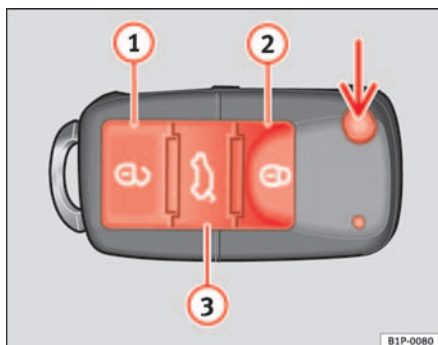

Abb. 63 Tastenbelegung Funkschlüssel
Mit der Taste  $\Rightarrow$  Abb. 63 (Pfeil) der Fernbedienung wird der Schlüsselbart ausgeklappt.
Fahrzeug entriegeln  $\Rightarrow$  Abb. 63 ①. Die Türen und die Heckklappe werden entriegelt.
Fahrzeug verriegeln  $\Rightarrow$  Abb. 63 ②.
Heckklappe entriegeln. Drücken Sie die Taste  $\Rightarrow$  Abb. 63 ③, bis alle Blinkleuchten am Fahrzeug kurz aufleuchten. Nach Drücken der Entriegelungstaste  $\Rightarrow$  Abb. 63 ③ können Sie die Heckklappe innerhalb von 2 Minuten öffnen. Nach Ablauf dieser Zeit wird die Heckklappe wieder verriegelt.
Zudem blinkt die Batterie-Kontrollleuchte des Schlüssels  $\Rightarrow$  Abb. 63 auf.
Bei einmaligem Drücken der Taste  $\Rightarrow$  Abb. 63 ① wird nur die Fahrertür geöffnet. Alle anderen Türen bleiben verriegelt. ▶
- Verriegeln Sie das Fahrzeug mit dem Schlüssel mit Funk-Fernbedienung ⇒ Seite 103, Abb. 63 über das Schloss in der Fahrertür. ▶